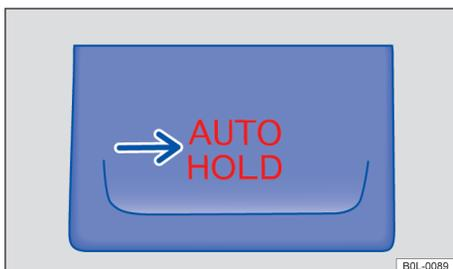

图 97 在中控台中：自动定车按钮
当按钮 **AUTO HOLD** → 图 97 中的指示灯点亮红色且组合仪表显示屏中的指示灯 **A** 点亮绿色时，自动定车功能 (Auto Hold) 激活。
- 按压按钮 **AUTO HOLD** → **A**。按钮 **AUTO HOLD** → 图 97 中的指示灯点亮红色。自动定车功能 (Auto Hold) 已准备就绪，但未必一定可保持车辆静止 → **A**
- 按压按钮 **AUTO HOLD** → **A**，按钮 **AUTO HOLD** 中的指示灯 → 图 97 熄灭。